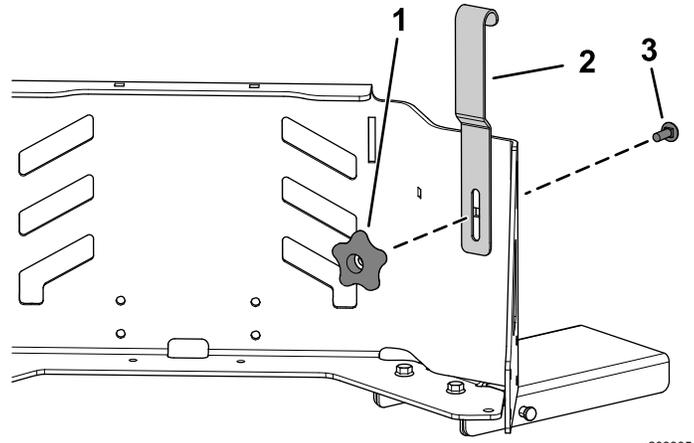

Bild 3
3. Befestigen Sie den Ladeschaufelhalter mit der Schlossschraube (5/16" x 7/8") und dem Holmhandrad an der Motorschutzvorrichtung (Bild 3).